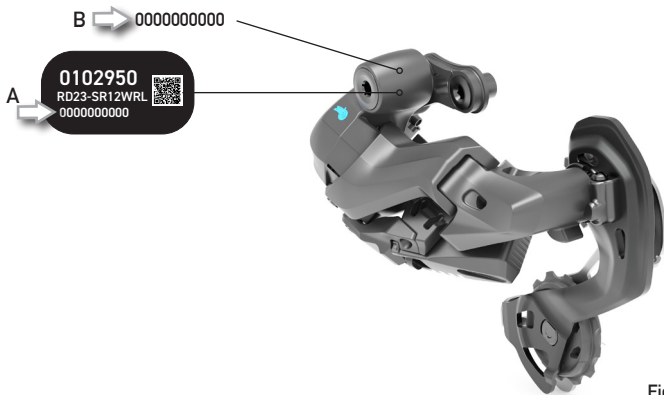

Fig.12
- Insira o número de série do desviador traseiro que pode ser encontrado no rótulo removível (Fig. 11) ou no rótulo preto (A - Fig. 12) na parte dianteira da ponteira do desviador traseiro, ou pode ser lido diretamente no desviador traseiro (B - Fig. 12) para produtos fabricados a partir de agosto de 2023.